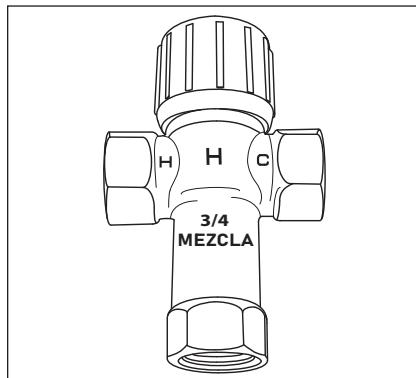

Figura 25 - Ajuste las válvulas mezcladoras termostáticas en cada punto de uso a 120 °F/49 °C o inferior.
**▲ iADVERTENCIA!** Las temperaturas más altas aumentan el riesgo de escaldaduras; sin embargo, incluso a 120 °F/49 °C, el agua caliente puede escaldar (consulte la página 4 y la Figura 25).